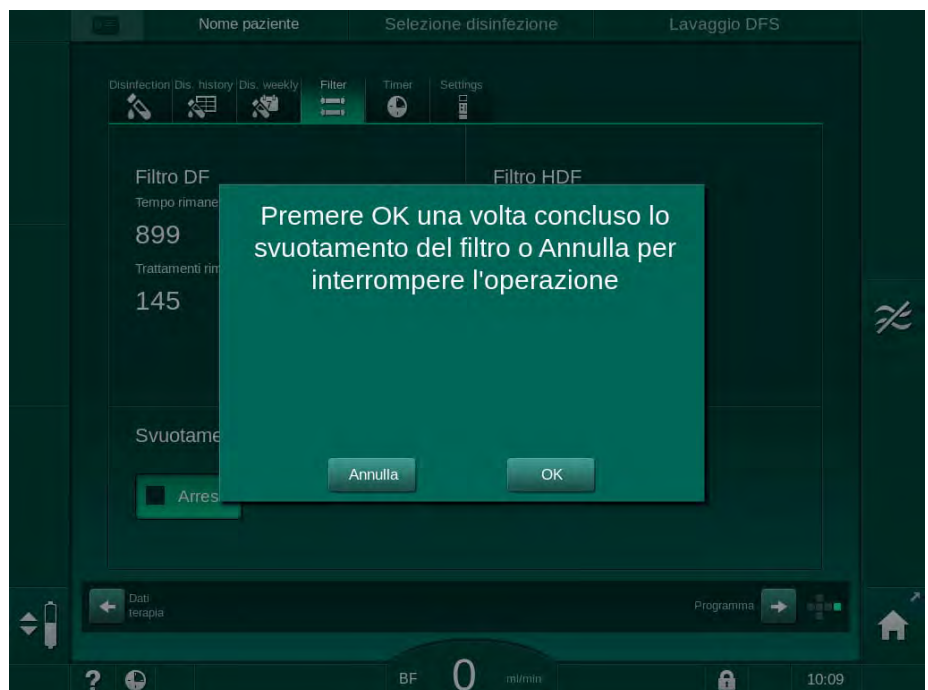

Fig. 7-3 Finestra di conferma sostituzione filtro
14. Toccare OK nella finestra di conferma sostituzione filtro (Fig. 7-3) per confermare che i filtri sono stati sostituiti.
16. Verificare se il serbatoio alla base dell'apparecchiatura presenta liquido residuo e pulire se necessario (vedere Pulizia della base con serbatoio di raccolta e sensore perdite (194)).